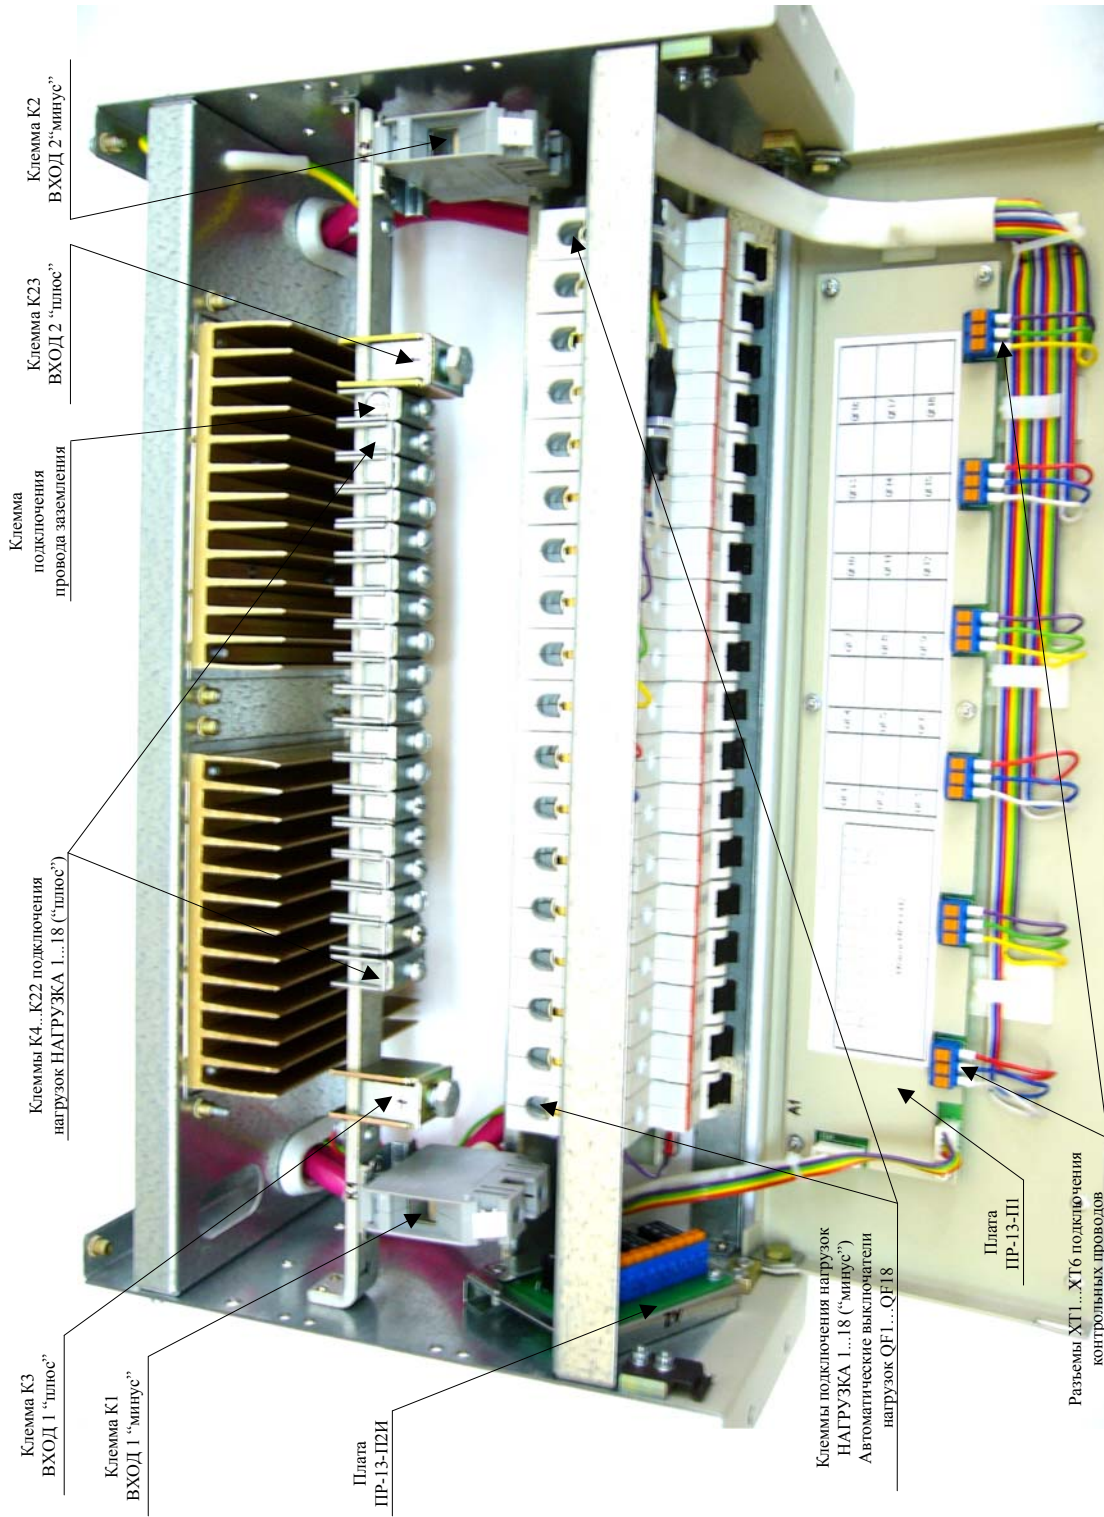
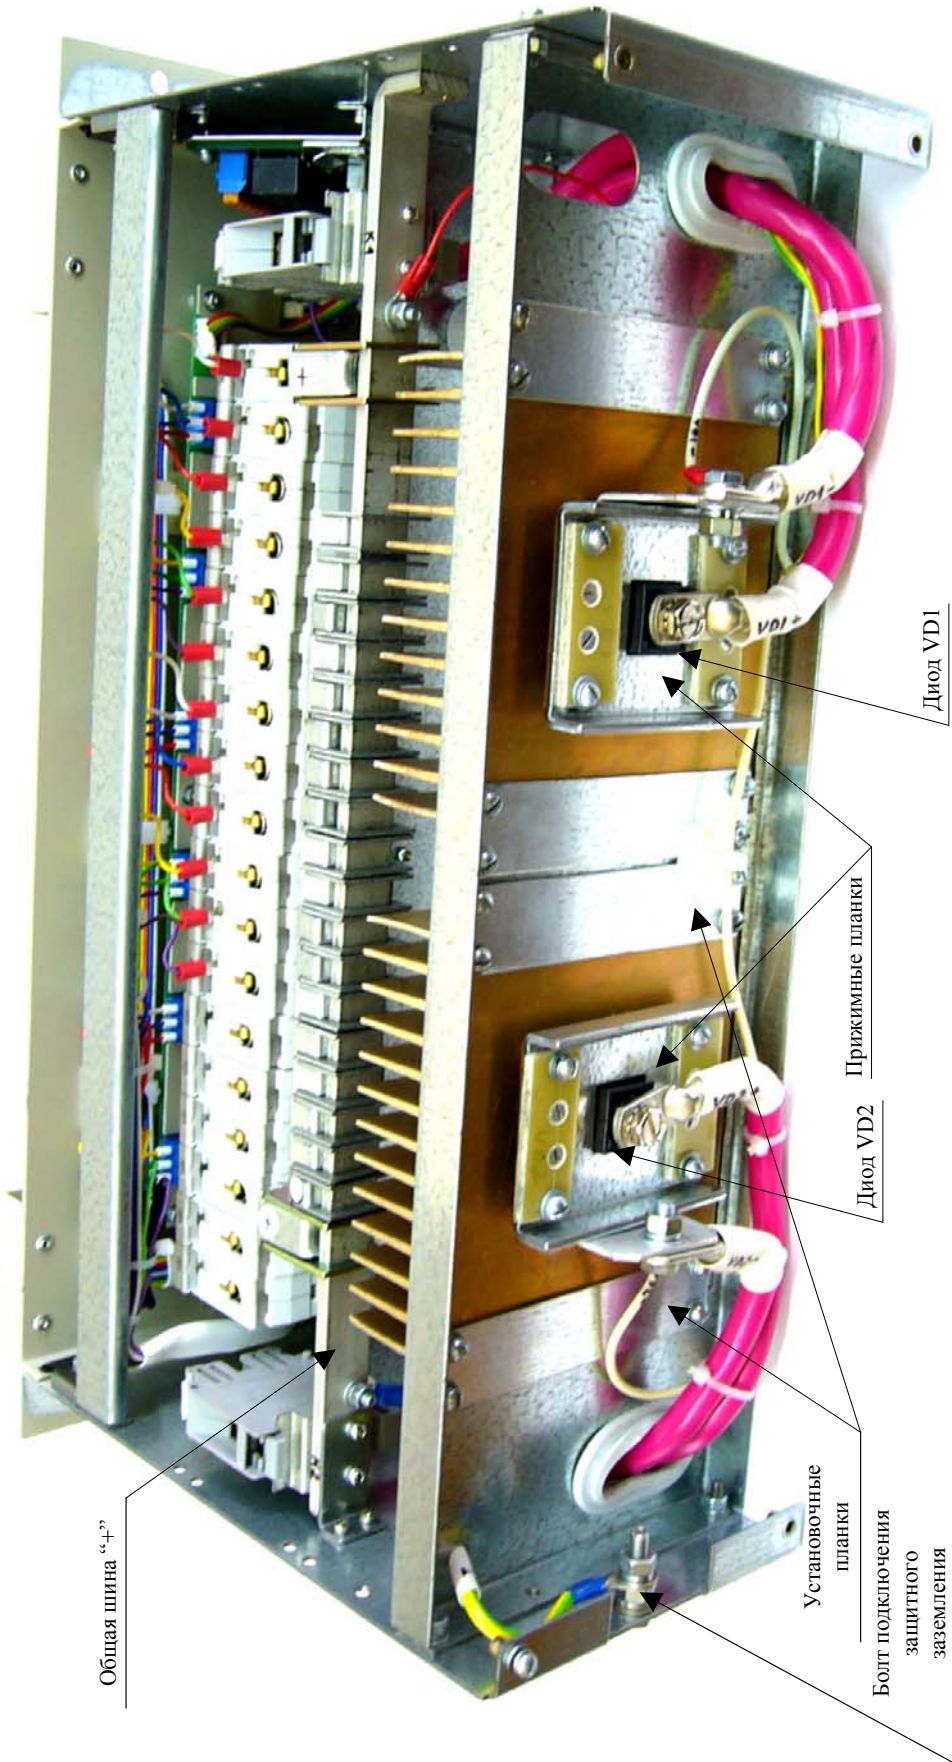

Рис.2 Размещение составных частей панели ПР-13И.
Рис.3 Вид на крепление силовых диодов VD1 и VD2 с радиаторами охлаждения.
Размещение элементов силовой части панели показано на рис.2 и рис. 3.
Размещение указанных плат контроля показано на рис.2.
6.5 При подаче напряжения на вводы панели, под минусовым потенциалом "минус 48 В" находятся катод и анод диодов VD1 и VD2, а также прижимные планки, показанные на рис.3.
При подаче на панель напряжения от источников питания, катоды и аноды диодов VD1 и VD2, а также прижимные планки (см. рис.3) находятся под потенциалом ("минус 48 В") относительно корпуса и общей шины "+" панели.
Одновременно, необходимо обеспечить зазор между верхней кромкой конструкции панели и аппаратурой, смонтированной в шкафу (стойке) непосредственно над панелью, достаточный для размещения и присоединения кабелей к входам панели (клеммы К1, К3 и К2, К23 соответственно) и выходам панели (автоматические выключатели QF1...QF18 и клеммы К4...К22) - см. рис.2.
Для этого, предварительно сняв заднюю защитную крышку с панели, подключите кабель защитного заземления сечением 10 мм² к шине защитного заземления в помещении, а затем к болту защитного заземления на корпусе панели (см. рис.3).